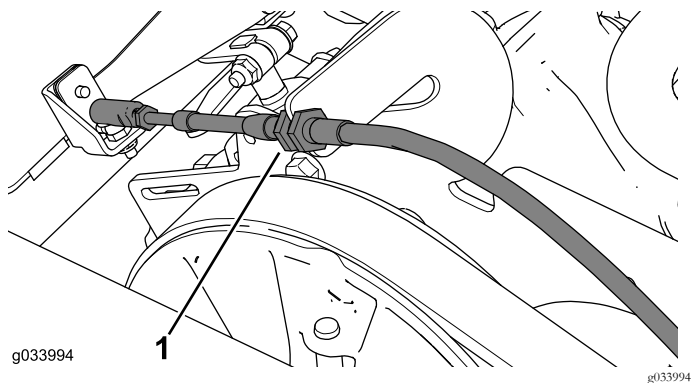

Figure 10
4. Détachez et retirez le câble d'inverseur de marche de son support (Figure 10).